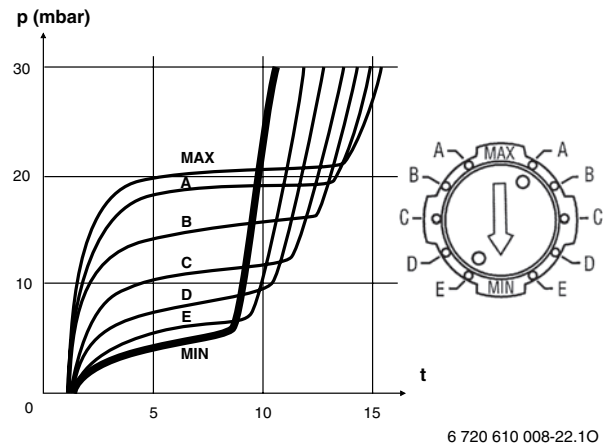

Рис. 23
- Снять колпачок с регулятора способности клапана к открытию для основной нагрузки (170) и отрегулировать характеристику открытия газового клапана согласно Рис. 23.